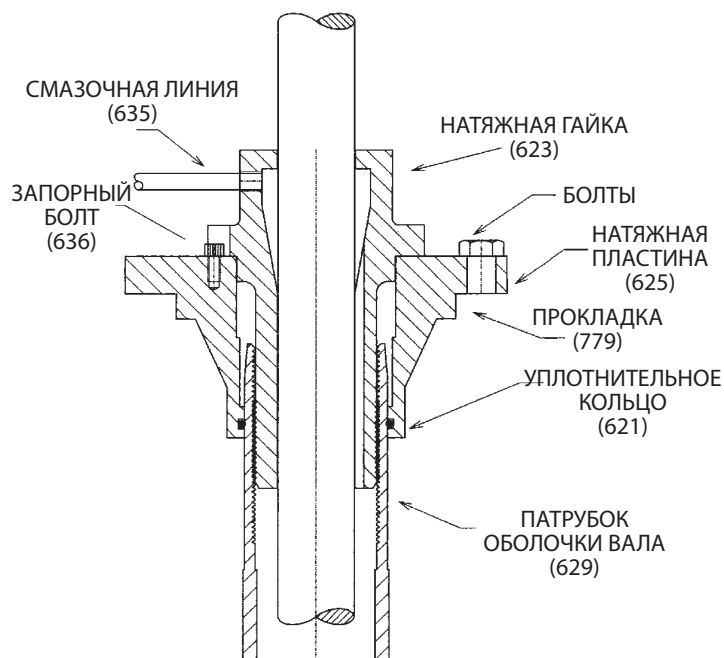
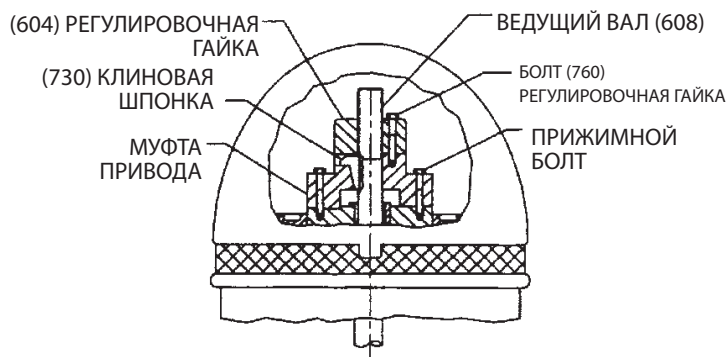

Рис. 9
Рис. 10
1. (См. рис. 10). Установите болты (760) в натяжную пластину. Залейте одну пинту масла в маслопровод.
2. Установите сальник (620) в натяжную пластину и наверните натяжную гайку (626), плотно прижав ее к сальнику.
3. Если используется натяжная гайка уплотнительного типа (626) (для омывания водой), установите сальник (620), манжету сальника (618) и зафиксируйте шпилькой (734) и гайкой (735). Затяните гайку от руки. Установите узел трубопровода (635) и подключите его к линии подачи омывающей жидкости (см. рис. 10).
Муфта между валом привода и ведущим валом может быть снабжена проставкой (см. рис. 10) или не иметь ее (см. рис. 9). Муфты с проставкой используются в насосах с механическим уплотнением и обеспечивают обслуживание уплотнений без демонтажа привода.
- В случае поставки насоса с регулируемой муфтой с проставкой (см. рис. 10) установите проставку (612) между ступицами ведущего вала и вала привода. Закрепите при помощи болтов (759) и шестигранных гаек (735).
- Когда рабочее колесо касается нижней части камеры, поверните регулировочную пластину (613) в направлении к ступице привода (610) или проставке (612), чтобы получить зазор 0,015 дюйма между регулировочной пластиной и ступицей привода или проставкой для первых 10 футов колонки. Добавляйте 0,010" на каждые дополнительные 10 футов колонки. См. рис. 10 или 11. **Примечание.** Определение осевого люфта вала привода может иметь важное значение и должно быть добавлено в состав операций регулировки. Для насосов более 8" этого может быть слишком мало; см. габаритно-присоединительный чертеж.
- Выполнив регулировку рабочего колеса, выровняйте регулировочную пластину (613) по ступице насоса (614) и плотно стяните фланцы муфты болтами (759)
и гайками (735). (См. рис. 9 и 10).